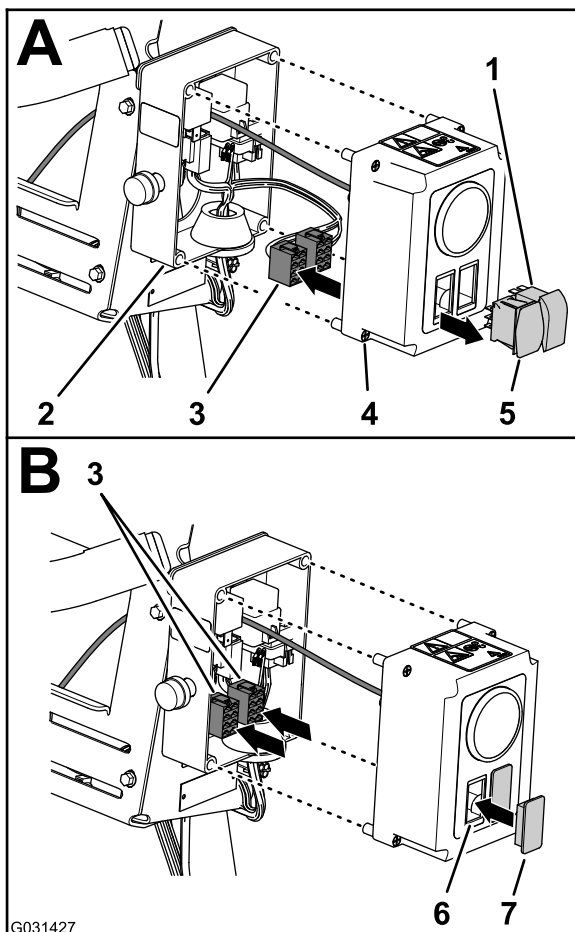
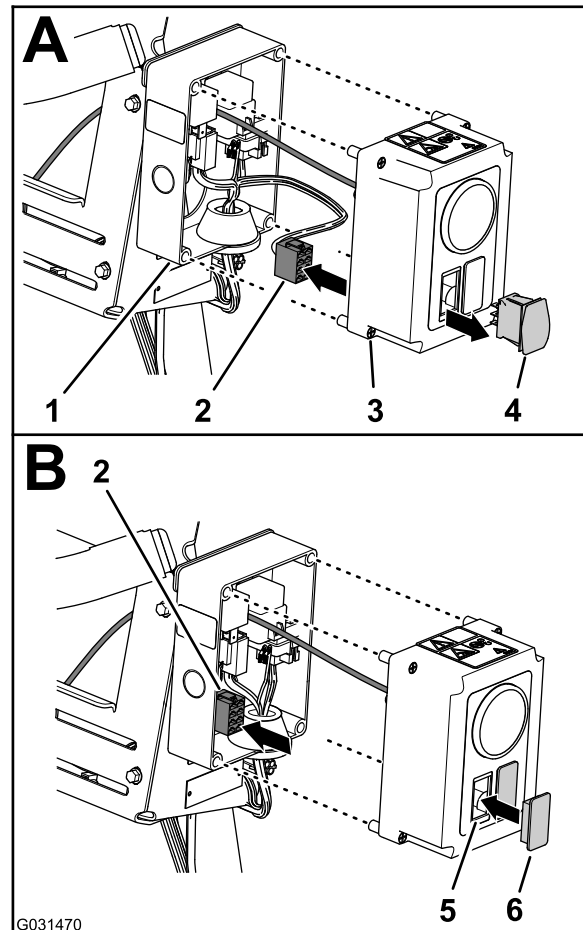

Figure 15
Figure 16
1. Sur le boîtier de commande du kit dévidoir électrique, desserrez complètement les 4 vis qui fixent le couvercle sur le boîtier, et retirez le couvercle avec précaution (Figure 15).
- A. Débranchez les 2 connecteurs (8 douilles) du faisceau du boîtier de commande de l'interrupteur de commande de pression et de l'interrupteur marche/arrêt (Figure 15).
- B. Acheminez les 2 connecteurs (8 douilles) dans le boîtier de commande (Figure 15).
- C. Pincez les languettes de verrouillage des 2 interrupteurs et poussez les interrupteurs hors du couvercle du boîtier de commande (Figure 15).
- A. Débranchez les connecteurs à 8 douilles du faisceau du boîtier de commande de l'interrupteur de commande de pression (Figure 16).
- B. Acheminez le connecteur à 8 douilles dans le boîtier de commande (Figure 16).
- C. Pincez les languettes de verrouillage de l'interrupteur et poussez ce dernier hors du couvercle du boîtier de commande (Figure 16).
- Placez le(s) cache(s) d'interrupteur en face de l'ouverture dans le couvercle qui était occupée par le(s) interrupteur(s) que vous venez de retirer (Figure 15 et Figure 16).
- Insérez le(s) cache(s) dans le couvercle jusqu'à ce qu'il(s) s'enclenche(nt) solidement (Figure 15 et Figure 16).
- Alignez le couvercle sur le boîtier de commande et fixez-le avec les 4 vis (Figure 15).